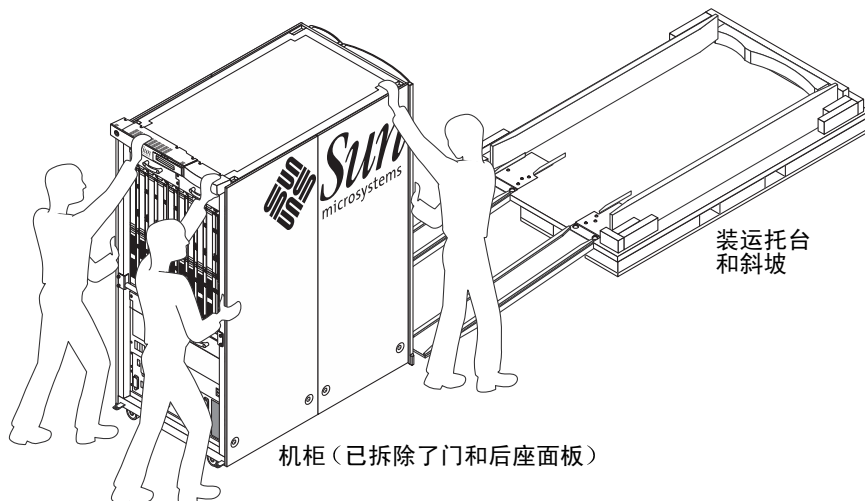

图 6-3 运托台上安装的斜坡
- b. 将机柜的前后轮对准两个斜坡边缘的顶端（图 6-3）。